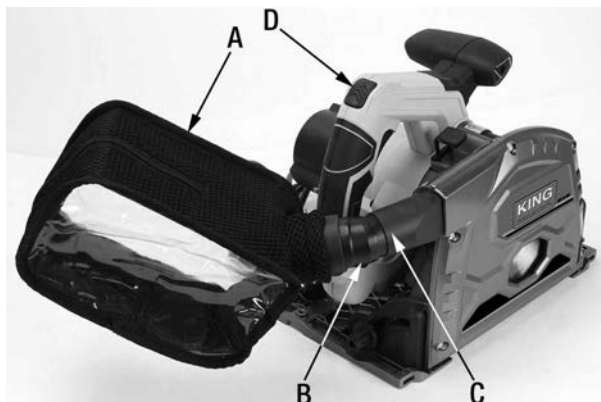

FIGURE 3
Cette Scie à Rail Plongeante de 6-1/2" comprend un sac de poussière (A) Fig.3 pratique et efficace. Pour installer le sac de poussière, placez l'adaptateur de sac de poussière (B) dans la sortie de poussière (C) de la scie. Ensuite glissez le sac de poussière sur l'autre extrémité de l'adaptateur de sac de poussière, tel que montré.
- 2) Appuyez sur le bouton de verrouillage/déverrouillage de l'action de plongée (D) Fig.3 et plongez la scie vers le bas. La scie ne plongera que de 0.1" (2,5 mm) et s'arrêtera à cette profondeur de plongée.